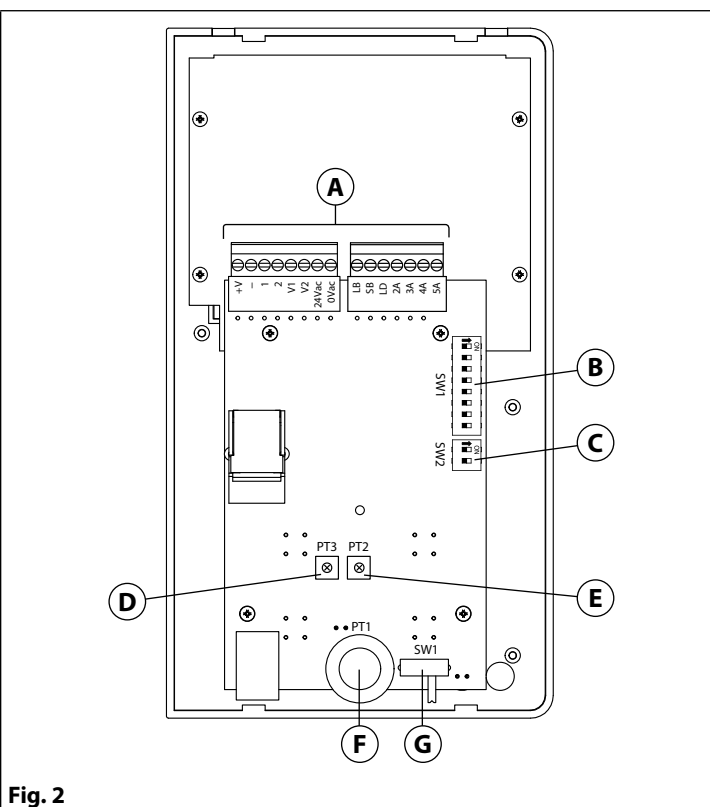

Fig. 2
2. Tirare verso l'esterno la parte superiore del coperchio come mostrato in Fig. 2. **Non tirare il coperchio in direzione dritta.**